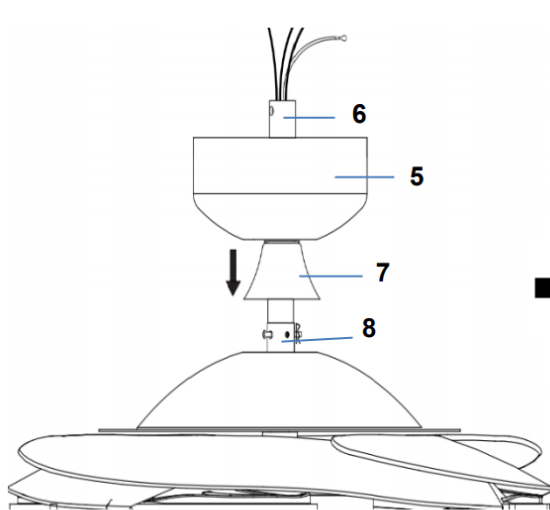
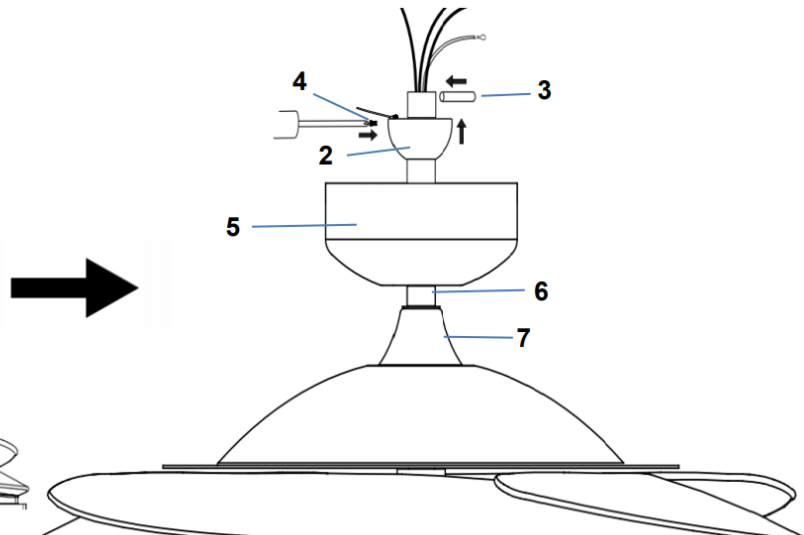

Fig. 6.5
Fig. 6.6
6. Inserte la cubierta decorativa (7) en la varilla descendente (6) para cubrir la caja de acoplamiento de la varilla descendente (8). (Fig. 6.5).
7. Inserte el dosel (5) sobre la varilla descendente (6) e instale nuevamente la junta de bola (2) y el pasador cilíndrico (3) en la varilla descendente (6) y asegúrelos ajustando los tornillos de fijación (4). (Fig. 6.5 y Fig. 6.6)